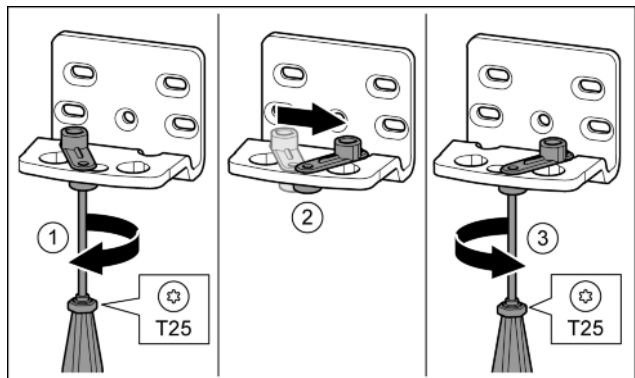

Fig. 16\*
- ▶ Отпустить винт отверткой T25.\* Fig. 16 (1)
- ▶ Приподнять фиксатор двери и, повернув на 90° вправо, вставить в отверстие.\* Fig. 16 (2)
- ▶ Затянуть винт отверткой T25.\* Fig. 16 (3)